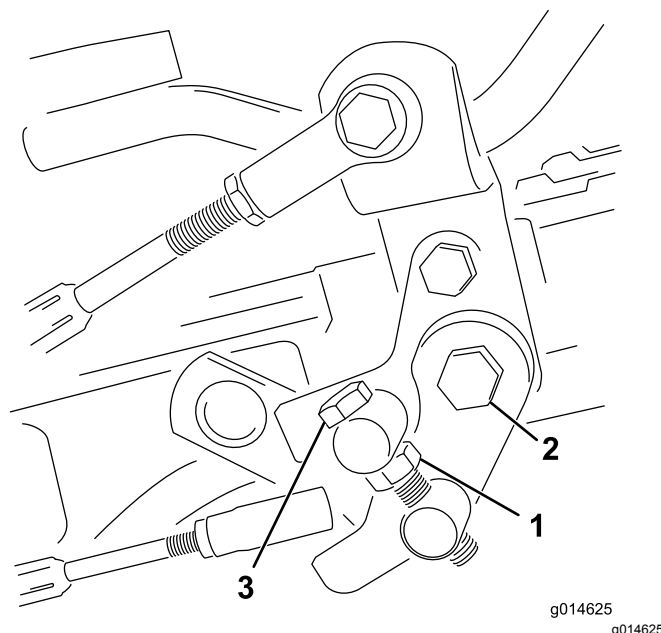

Figure 36
1. Desserrez l'écrou de blocage sur le boulon de tourillon (Figure 36).
4. Serrez l'écrou de blocage sur le boulon de tourillon et l'écrou sur le pivot de la pédale pour bloquer le réglage (Figure 36). Vérifiez le réglage et ajustez-le si nécessaire.